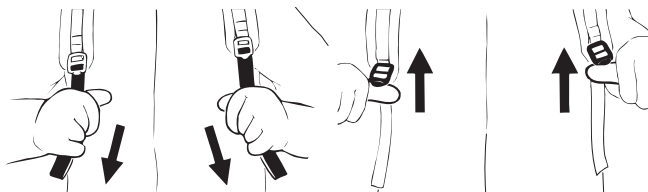

Рис. 6
- Используя штатные плечевые ремни, наденьте устройство на оба плеча. Отрегулируйте длину плечевых ремней так, чтобы устройство плотно прилегало к спине (Рис. 6).